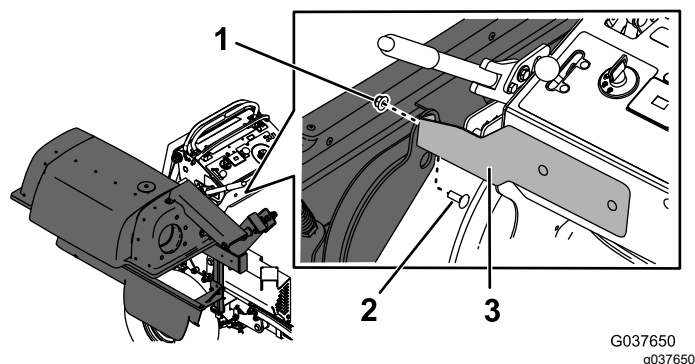

Figura 16
4. Fissate il telaio del sistema di raccolta alla staffa del supporto anteriore utilizzando un bullone a testa tonda ($\frac{3}{8}$ " x 1") e un dado ($\frac{3}{8}$ ") come illustrato nella Figura 16.